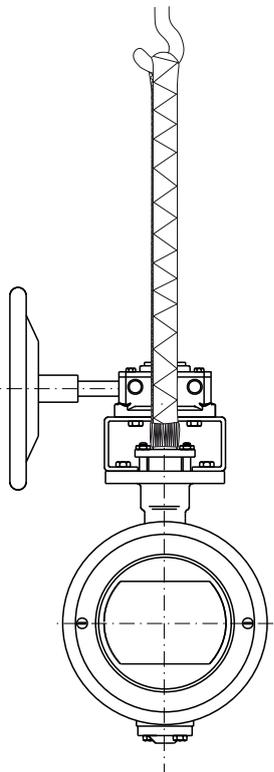

Bild.4-1
- Benutzen Sie Hebegurte um das Getriebe auf die Armatur zu heben. (→ Bild 4-1).